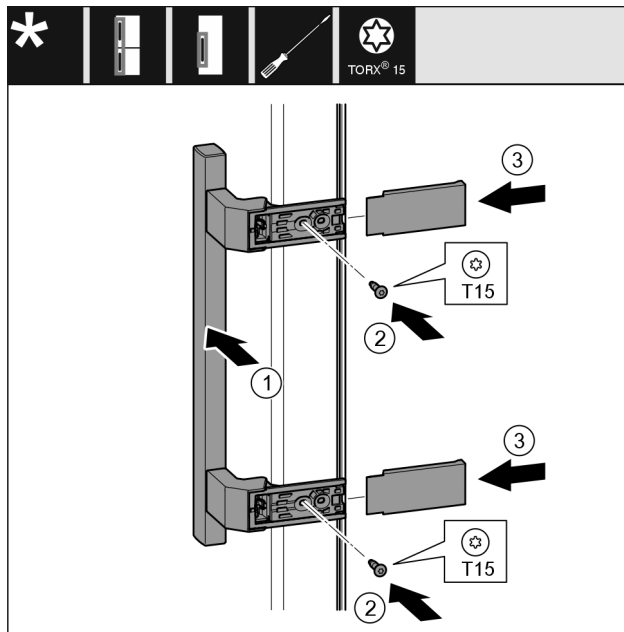

Fig. 22
- Griff Fig. 22 (1) auf der Gegenseite ansetzen.
- Schrauben Fig. 22 (2) mit Schraubendreher festschrauben.
- Abdeckungen Fig. 22 (3) seitlich ansetzen und aufschieben.